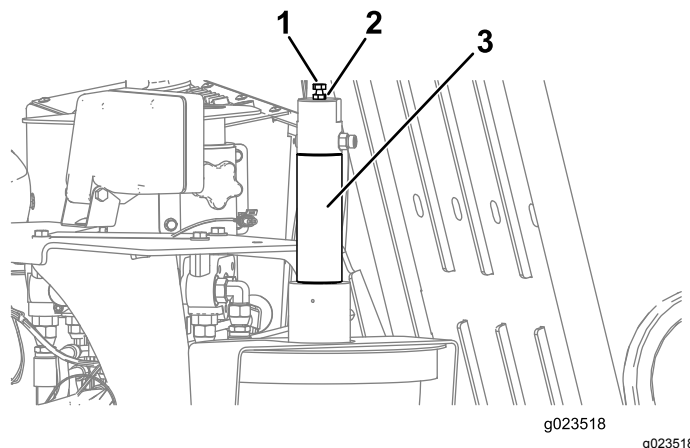

Figura 64
1. Solte a porca no parafuso de ajuste localizado na parte superior do pistão do aplicador de lubrificante (Figura 64).